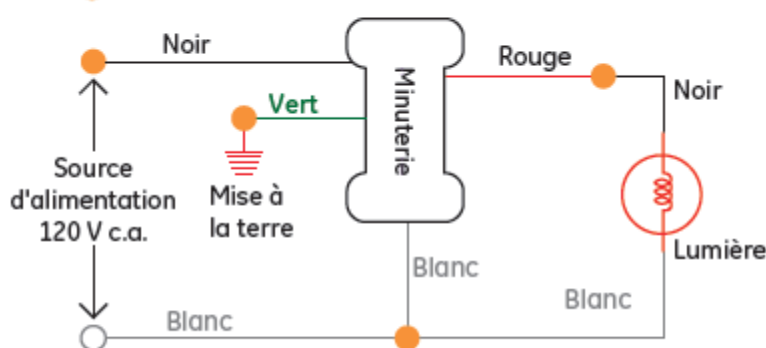

Figure 1
2. Retirez la minuterie de l'emballage. À l'aide d'une pièce de dix cents, tournez doucement la vis centrale dans le sens antihoraire. Retirez la goupille centrale. Retirez le cadran. Figure 1